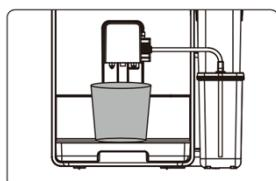

Abb. 7
Schalten Sie die Kaffeemaschine ein. Stellen Sie den Getränkebehälter unter den Kaffeeauslauf (2) und passen Sie die Höhe an, um Spritzer zu vermeiden. Prüfen Sie, ob das Milchsystem und der Milchan saugschlauch richtig positioniert sind (Abb. 7). Überprüfen Sie, ob genügend Wasser im Bohnenbehälter (5) und Bohnen im Bohnenbehälter (8) vorhanden sind.